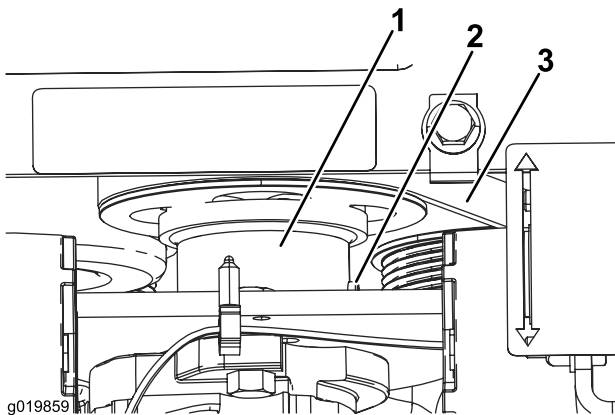

Figura 51
5. Afloje el tornillo de fijación del acoplamiento de transmisión de la bomba (Figura 51).
6. Baje el acoplamiento para separarlo de la polea (Figura 51).